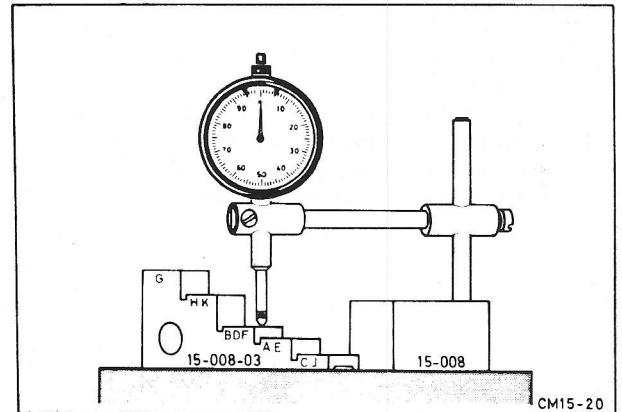

Fig.41 Klokmicrometer op nul afstellen.
22. Neem de klokmicrometer uit de standaard en plaats hem op het montageblok 15-008. Plaats het montageblok met de klokmicrometer op een vlakke ondergrond en stel m.b.v. het kaliber 15-008-03 de micrometer op nul in (fig.41).
Onder elke trap van het kaliber is de codeletter van het achterbrugtype ingegraveerd (fig.41). Voordat bij een 'D'-type achterbrug wordt gemeten, moet de klokmicrometer op de met de D-gemerkte trap op nul worden ingesteld.